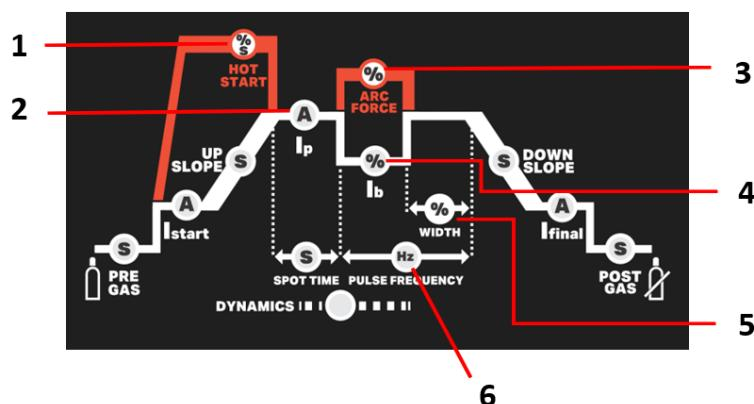

Fig. 1 – Parâmetros MMA
**Soldadura MMA****Para TP 164-224 DC (Ver os itens na Fig. 1)**
Soldadura MMA pulsada – a corrente de soldadura oscila entre um valor alto e baixo, permitindo menor entrega térmica em chapas mais finas e maior controlo do arco nas posições mais exigentes (vertical ascendente).**Para TP 164-224 DC (Ver os itens na Fig. 1)**
- Ajustar o valor de corrente ao diâmetro do eléctrodo (Fig.1 - 2), de acordo com a seguinte tabela, para regular as máquinas de acordo com o eléctrodo a utilizar e iniciar a soldadura